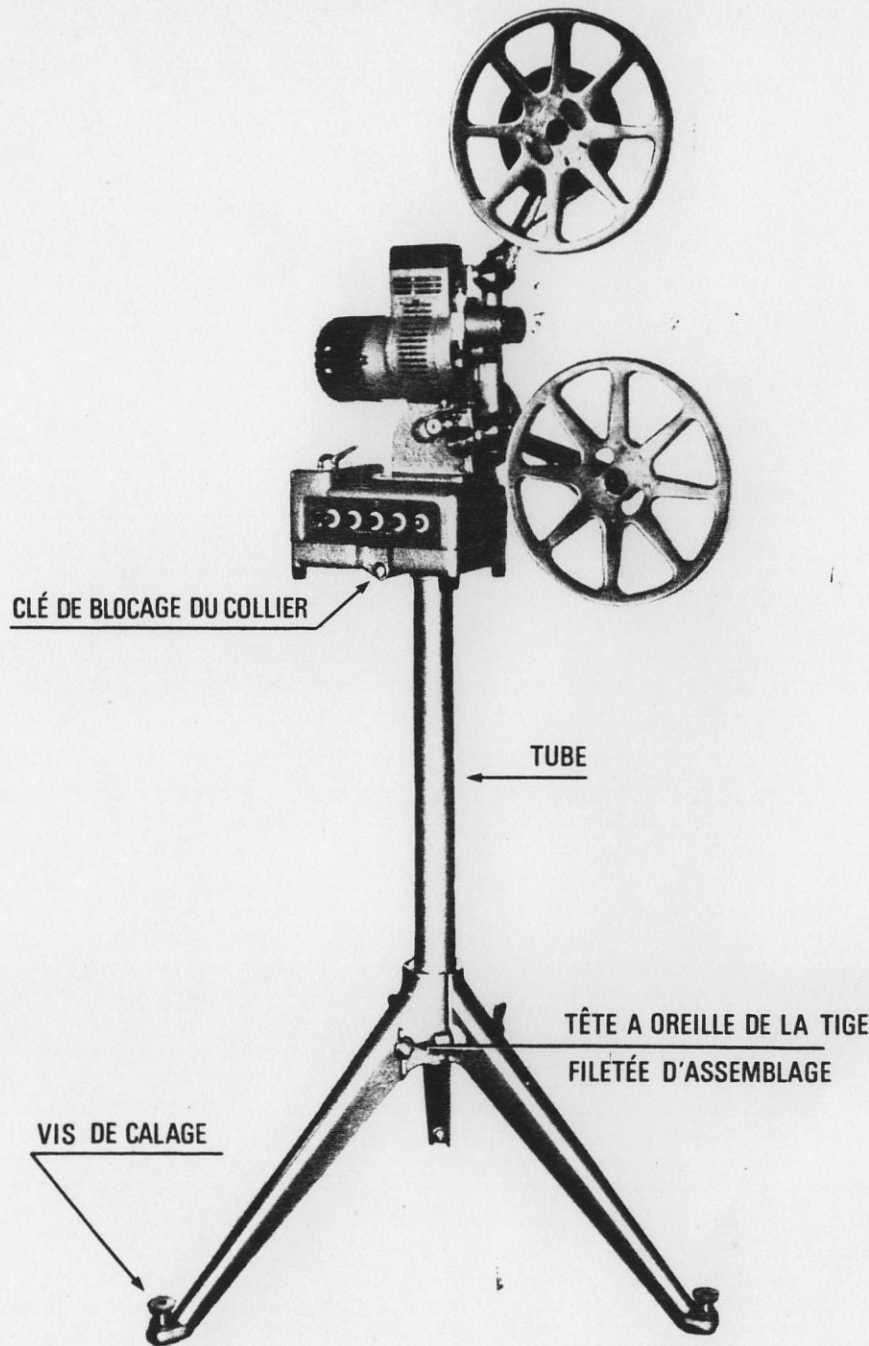

Fig.1- PROJECTEUR MB 216 MONTÉ SUR SON TRÉPIED
Procédez d'abord à l'assemblage du trépied. Celui-ci se compose de 4 pièces : les 3 pieds et 1 tube (fig 1).
L'intérieur du socle du projecteur comprend un collier de serrage commandé par la clé de blocage située (fig. 1) en dessous du panneau des réglages de l'amplificateur. Dévissez légèrement cette clé, placez le projecteur sur le tube et resserrez fortement à la main. Ce collier permet donc l'orientation du projecteur dans le sens horizontal.
- Réglez l'horizontabilité des bords inférieur et supérieur du cadre d'image projeté, en agissant sur les vis de calage des pieds antérieurs du trépied (voir fig. 1).
- Centrez les bords gauche et droit du cadre d'image projeté, par rapport aux bordures d'écran, en faisant tourner le socle du projecteur sur le fût central du trépied, après avoir desserré la clé de blocage du collier (voir fig. 1).